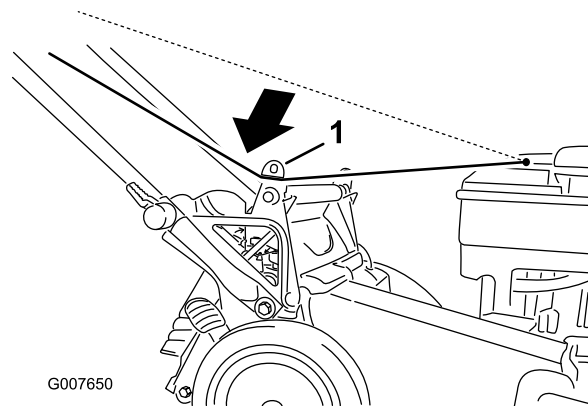

Figura 32
1. Pase la cuerda del arrancador alrededor de la guía de cuerda inferior (Figura 32).